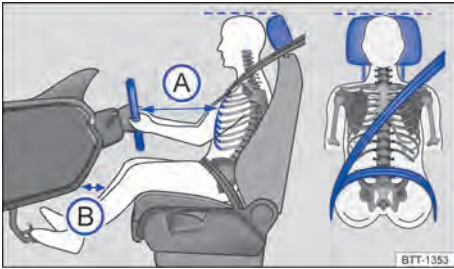

Fig. 23 Distancia correcta del conductor con relación al volante, posición correcta de la banda del cinturón de seguridad y ajuste correcto del apoyacabezas.
- Ajustar el asiento para que la distancia entre el volante y el tórax tenga como mínimo 25 cm → fig. 23 (A) y que el conductor pueda sujetar el volante del borde exterior con las dos manos y los brazos ligeramente doblados.
- Ajustar el asiento del conductor de manera longitudinal para que los pedales se puedan accionar con las piernas ligeramente dobladas y la distancia de la zona de la rodilla con el panel de instrumentos sea de al menos 10 cm → fig. 23 (B).
- Para los asientos con apoyacabezas: ajustar el apoyacabezas para que su borde superior se encuentre preferentemente en la misma línea de la parte superior de la cabeza → fig. 23 – pero no por debajo de la altura de los ojos. Posicionar la parte posterior de la cabeza lo más cerca posible del apoyacabezas.